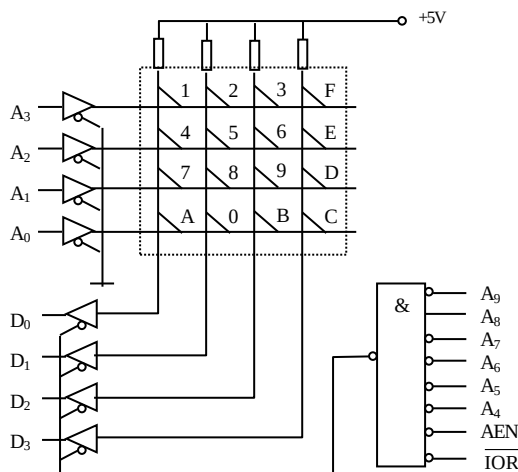

图 8.22 键盘接口
8.6 IBM—PC 总线上有一键盘输入接口如图 8.22 所示, 请问: